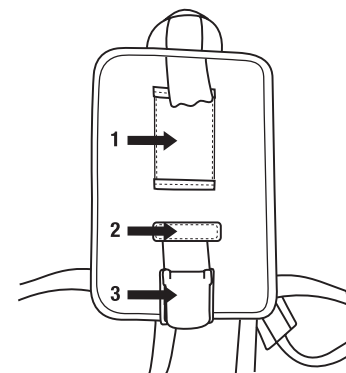

Fig. 10b
1. Com qualquer uma das extremidades do motor/ventilador na direção da parte de cima do equipamento das costas (a extremidade com o manipulador de arrasto), passe a tira do equipamento das costas através da fenda retentora no motor/ventilador e a manga retentora (Fig. 10b-1) no mencionado equipamento das costas.
2. Passe a tira através das fendas retentoras inferiores no motor/ventilador e da manga retentora pequena (Fig. 10b-2) no equipamento das costas.
3. Passe a tira através da fivela (Fig. 10b-3) e aperte.